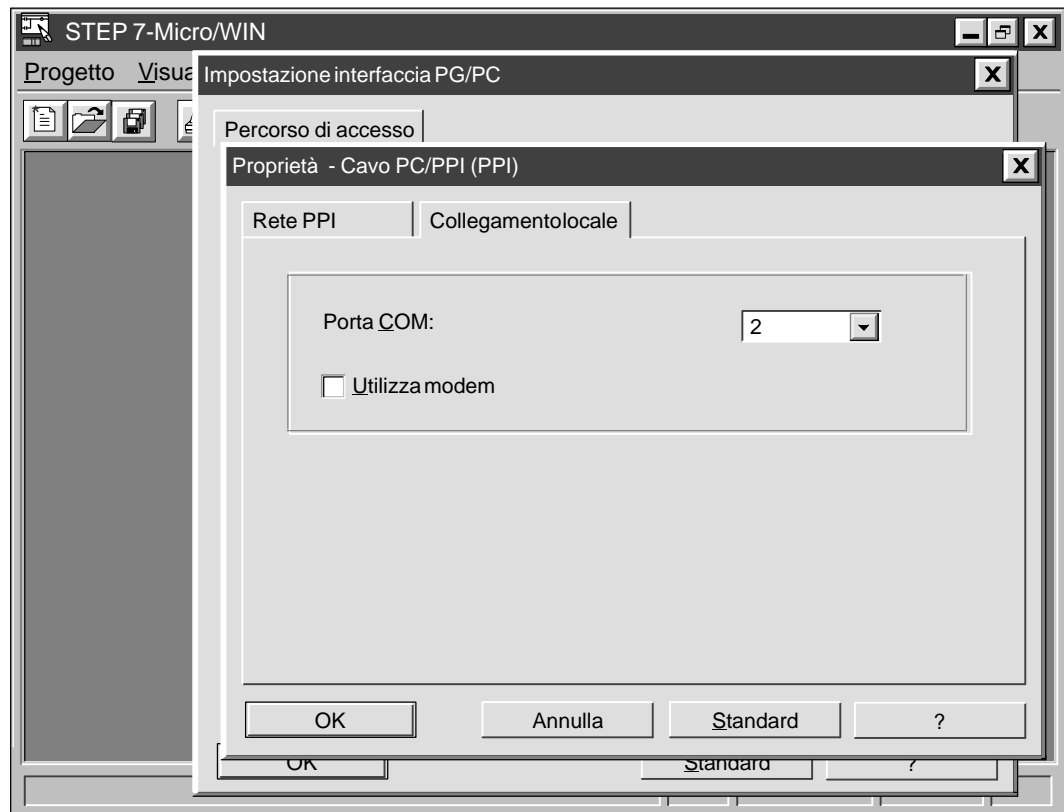

Figura 3-10 Proprietà del cavo PC/PPI (PPI), scheda Collegamento locale
6. Fare clic sulla scheda Collegamento locale. Vedere la figura 3-10.